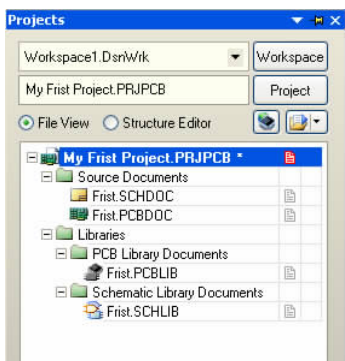
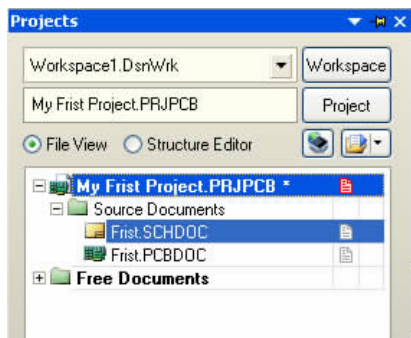

图1-4 在工程文件下创建电路板设计文件
图1-6 将电路板设计文件移出设计工程
**【练习1-2】**：各创建一个原理图文件、PCB 文件、原理图库文件和元器件封装库文件，都命名为“**First**”，这些文件将自动添加到练习 1-1 中创建的设计工程下，结果如图 1-4 所示。
**【练习1-3】**：将图 1-4 中“ My First Project ”设计工程下的“ First.PCBLIB ”和“ First.SCHLIB ”库文件从当前设计工程中移出，最后的结果如图 1-6 所示。